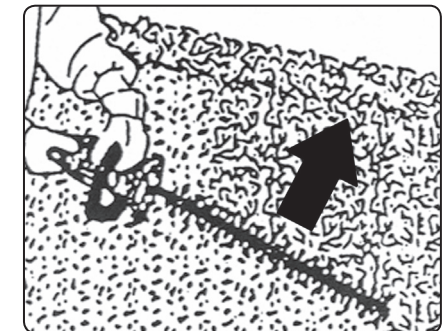

Abb. 2
- Beginnen Sie mit dem Schneiden der Hecke an den Seiten durch gleichmäßige angemessene Bewegungen von unten nach oben, siehe Abb.2. Beim Schneiden von oben nach unten tendieren die jungen Äste zum Biegen und verursachen Vertiefungen in der Schneidlinie.